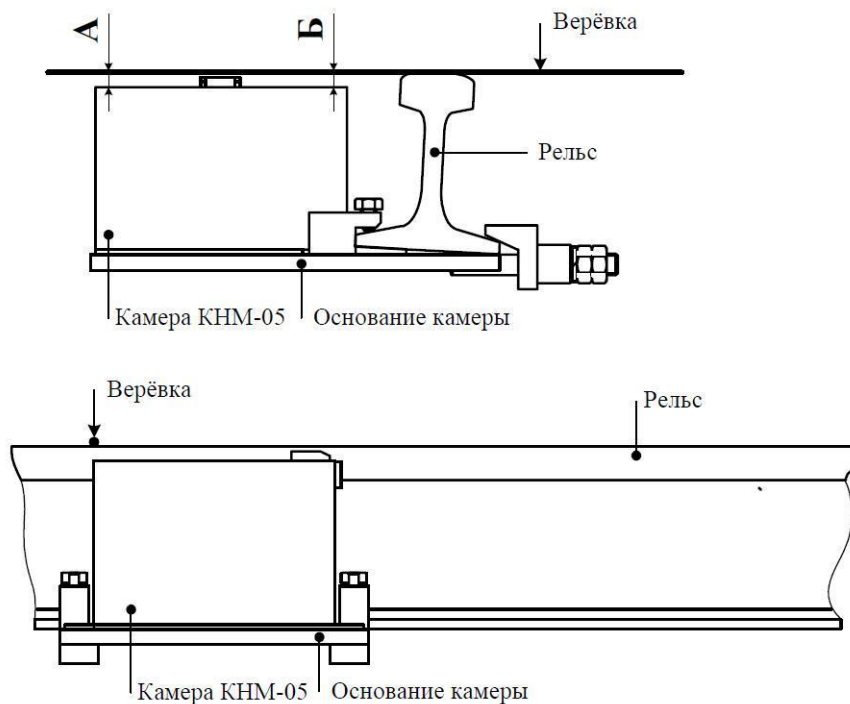

Рисунок 1. Проверка геометрии основания, шаг 1
7.2.1. Расположить шнур согласно рис. 1 и измерить линейкой расстояния «А» и «Б» для каждой камеры. Шнур должен находиться в натянутом состоянии перпендикулярно оси пути на уровне головок рельсов. Перпендикулярность проверить при помощи угольника. Причем шнур